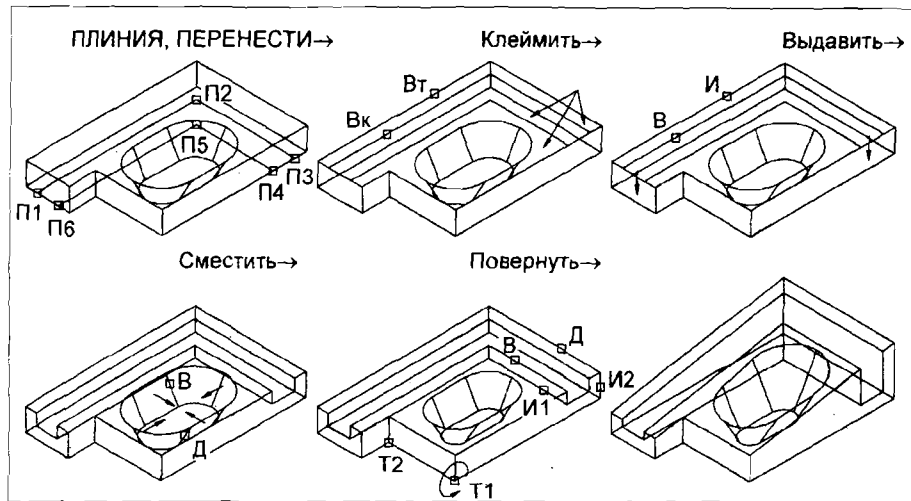

Рис.31
2. Командой ПЛИНИЯ (PLINE) построить полилинию путем ввода точек П1 (-72,32); П2 (44,32); П3 (44,-40); П4 (28,-40); П5 (28,16); П6 (-72,16). Замыкающий сегмент построить опцией Замкнуть (Close) (рис.31).